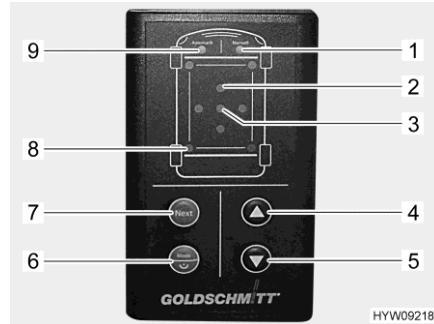

Fig. 37 Elemento di comando (piedini di stazionamento idraulici)
Quando la pendenza del veicolo è troppo elevata, il LED rosso "Inclinazione" (Fig. 37,2) lampeggia. Scegliere posizioni di sosta idonee; qualora non siano adatte, l'utilizzo dei piedini di stazionamento è a proprio rischio e pericolo.
Se a causa di un avallamento del terreno viene raggiunta la lunghezza massima di uno dei piedini di stazionamento estratti, i LED "Funzionamento manuale" (Fig. 37,1) e "Modalità automatica" (Fig. 37,9) lampeggiano tre volte. In tal caso, chiudere i piedini di stazionamento, posizionare un supporto sotto il piedino interessato e ripetere la procedura.
- Tenere premuto per più di 1 secondo il tasto "On/Off/modalità di funzionamento" (Fig. 37,6). Dopo l'accensione, viene emesso un segnale acustico e il LED "Modalità automatica" (Fig. 37,9) si attiva.
- Premere brevemente il tasto "On/Off/modalità di funzionamento" (Fig. 37,6). La modalità di funzionamento può essere impostata su funzionamento manuale o modalità automatica. Il LED corrispondente (Fig. 37,1 o Fig. 37,9) si illumina.
- Premere il tasto "Apertura" (Fig. 37,5). La procedura di regolazione viene eseguita autonomamente. I LED "Piedino di stazionamento" (Fig. 37,8) lampeggiano quando i piedini di stazionamento sono in movimento.
- Se il veicolo è dotato di puntelli ribaltabili: Il movimento dei piedini di stazionamento si arresta dopo che questi sono stati ribaltati per consentire di posizionare sotto un supporto. Il LED "Modalità automatica" (Fig. 37,9) lampeggia rapidamente.
- Premere di nuovo il tasto "Apertura" (Fig. 37,5). La procedura di regolazione prosegue.
- Premere il tasto "Chiusura" (Fig. 37,4). I piedini di stazionamento si ritraggono completamente. I LED "Piedino di stazionamento" (Fig. 37,8) lampeggiano quando i piedini di stazionamento sono in movimento.
- In modalità automatica, premere brevemente il tasto "On/Off/modalità di funzionamento" (Fig. 37,6). Il LED "Funzionamento manuale" (Fig. 37,1) si illumina.
- Prestare attenzione ai LED "Inclinazione" (Fig. 37,2). Se un LED è illuminato, significa che il veicolo deve essere sollevato in corrispondenza del lato indicato.
- Premere il tasto "Next" (Fig. 37,7) fino a quando viene selezionato il paio di piedini di stazionamento desiderato. I relativi LED "Piedino di stazionamento" (Fig. 37,8) si illuminano.
- Premere il tasto "Chiusura" (Fig. 37,4) o "Apertura" (Fig. 37,5) fino al raggiungimento della posizione desiderata.
- Premere di nuovo il tasto "Next" (Fig. 37,7) fino a quando viene selezionato un altro paio di piedini di stazionamento. Proseguire con la procedura fino al completo allineamento del veicolo. Il veicolo è allineato quando il LED verde "Posizione ok" (Fig. 37,3) si illumina.
- Premere contemporaneamente i tasti "On/Off/modalità di funzionamento" (Fig. 37,6), "Apertura" (Fig. 37,5) e "Chiusura" (Fig. 37,4) e tenerli premuti per 3 secondi.
- Dopo la conferma acustica e l'illuminazione del LED "Posizione ok" (Fig. 37,3), rilasciare i tasti. La posizione viene salvata come Posizione ok.